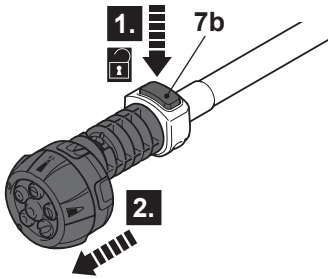

Fig. 5
1. Presione el botón de liberación (7b) (Fig. 5, paso 1) y retire la boquilla (paso 2).